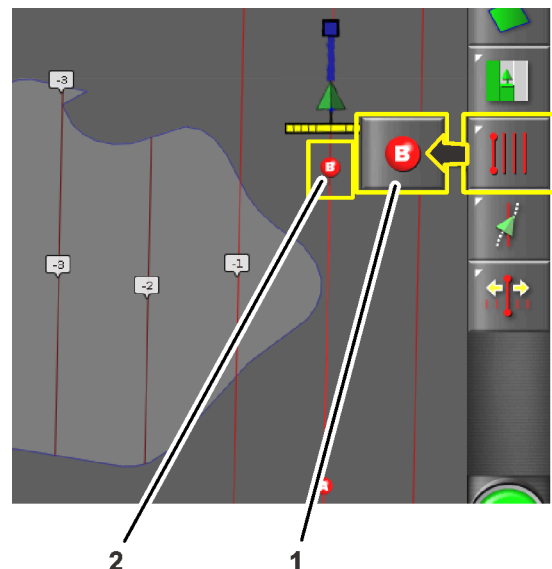

Bild 13
6. Fahren Sie die Maschine auf die andere Seite der Feldgrenze zu der Stelle, auf die sich die AB-Linie beziehen soll (Bild 13).
7. Drücken Sie das Symbol für den Einstellpunkt B (Bild 13).